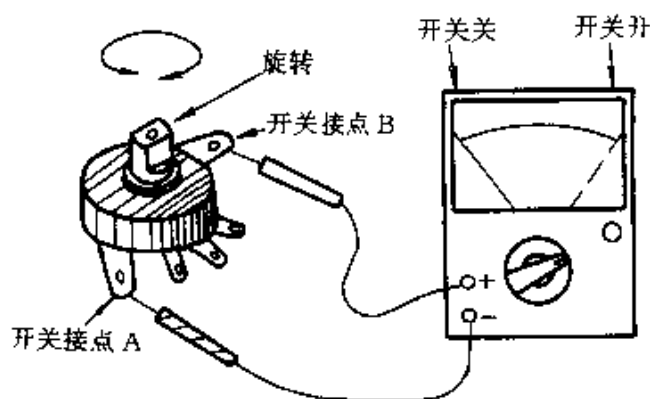

图 2-34
③ 检测带开关电位器的开关好坏:万用表置于 Ω 挡位,两表笔分别接开关接点 A 和 B,旋转电位器旋柄使开关交替地“开”与“关”,观察表针指示,如图 2-34 所示。开关“开”时表针应指向最右边(满度),开关“关”时表针应指向最左边(电阻 ∞)。可重复若干次以观察开关是否接触不良。